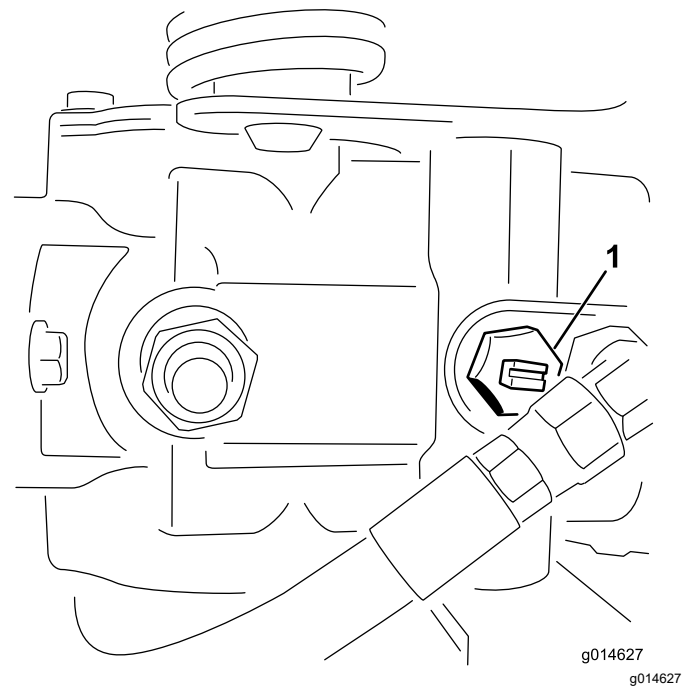

Figure 29
1. Localisez la vanne de dérivation sur la pompe et tournez-la jusqu'à ce que la fente soit verticale (Figure 29).
2. Avant de démarrer le moteur, fermez la vanne de dérivation (fente horizontale) (Figure 29).